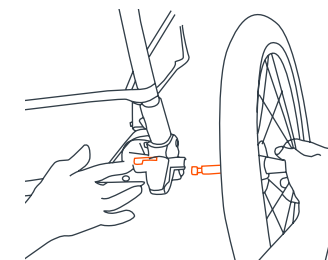

Fig. 8
8) • Pencher la Poussette pour qu'elle repose sur la roue avant. Pour fixer les roues arrière, insérer l'axe de chaque roue dans l'emplacement en plastique comme le montre la Fig. 8. Appuyez sur le levier en métal à l'intérieur du cadre tout en insérant l'axe dans le montage. Lorsque l'axe ne rentre plus, relâcher le levier. Vérifiez que la roue est verrouillée en tirant sur la roue. Si elle n'est pas verrouillée, tirer vers le haut sur le levier, pousser la roue plus loin et relâcher le levier.